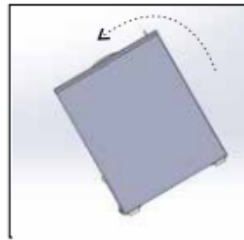

Fig. 3
- Bringen Sie den Behälter wie in Abbildung 3 gezeigt an und montieren Sie die beiden Rollen in der Rollenbox wie in Abbildung 5 gezeigt.